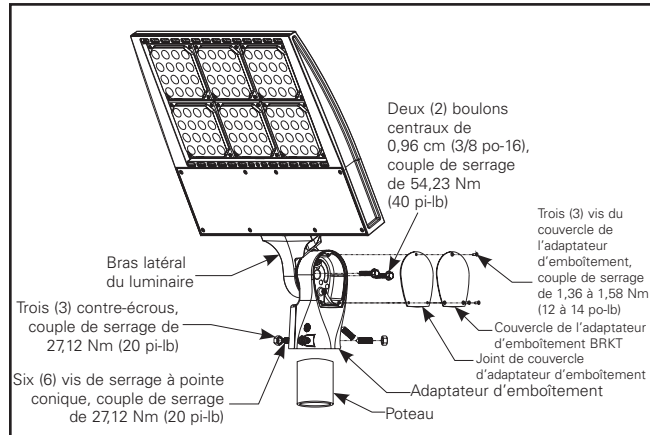

Figure 7.
1. Desserrez les trois (3) vis n° 8 pour enlever le couvercle d'accès du bras avec adaptateur d'emboîtement. Mettez-les de côté pour l'installation.
3. Tirez les fils d'alimentation par le haut du poteau ou de la tête de tenon. Soutenez le luminaire et abaissez-le sur le poteau en faisant passer les fils d'alimentation à travers la fente dans l'adaptateur d'emboîtement (figure 7).
4. Une fois le luminaire orienté de façon appropriée, serrez à la main les trois (3) vis de serrage angulaires pour fixer solidement le luminaire. Serrez à la main les trois (3) vis de serrage inférieures, puis les vis de serrage angulaires supérieures à un couple de 27,12 Nm (20 pi-lb). Installez les trois (3) écrous hexagonaux sur les vis de serrage inférieures et serrez les trois (3) vis de serrage et les trois (3) écrous à un couple de 27,12 Nm (20 pi-lb).
5. Si nécessaire pour faciliter l'orientation du luminaire, les quatre (4) vis d'assemblage qui retiennent le luminaire aux bras peuvent être retirées et l'orientation du luminaire peut être inversée. Assurez-vous que les quatre (4) vis d'assemblage sont remises en place et serrées à un couple de 27,11 Nm (20 pi-lb) pour les luminaires carrés comportant un élément d'éclairage